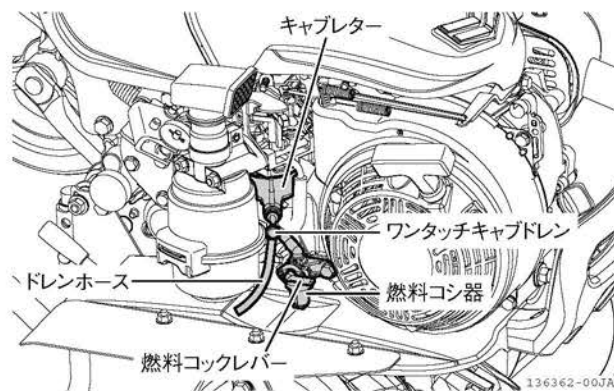

図 4-14 燃料の抜きかた
3. ワンタッチキャブドレンを引いて、キャブレター内の燃料を抜きます。（図 4-14）
4. 燃料が全部抜けきったら、ワンタッチキャブドレンを放します。（図 4-14）